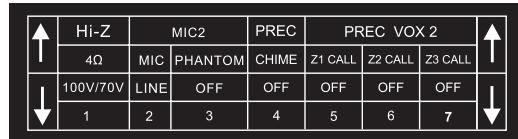

Fig. 4.9.2 - Dip-switch (22)
La scelta del tipo di uscita da utilizzare (ad impedenza 4 ohm oppure a tensione costante 100V / 70V) deve essere effettuata agendo sulla posizione della levetta 1 sul il dip-switch (22) - vedi Fig. 4.9.2.
The user must select the type of output to be used (4-Ohm impedance or constant-voltage 70V/100V) by adjusting the position of switch 1 on the DIP switch (22) - see Fig. 4.9.2.